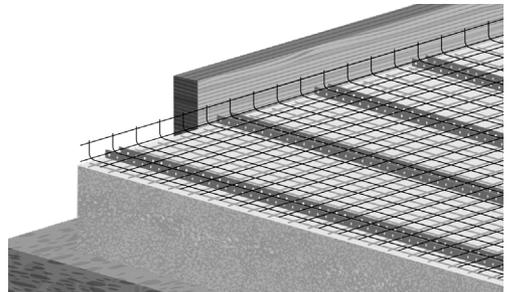

Fig. 14. Installation de grillage
3. Le câble chauffant doit être fixé entre les solives à un grillage ou à un autre matériau non combustible. Le grillage doit être fixé entre les solives de sorte qu'il y ait un minimum de 30 mm jusqu'au dos du revêtement de sol. Une isolation doit exister sous le grillage, et ce dernier ne peut pas être placé directement sur l'isolation (Fig. 14).